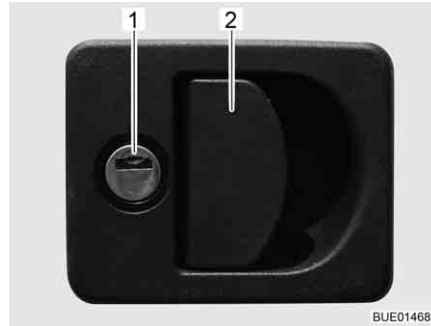

Fig. 62 Serrure du portillon avec poignée
- Insérer la clé dans le barillet (Fig. 62,1) et la tourner d'un quart de tour. La serrure du portillon est déverrouillée.
- Tirer sur la poignée de la serrure (Fig. 62,2). Le portillon extérieur est ouvert.